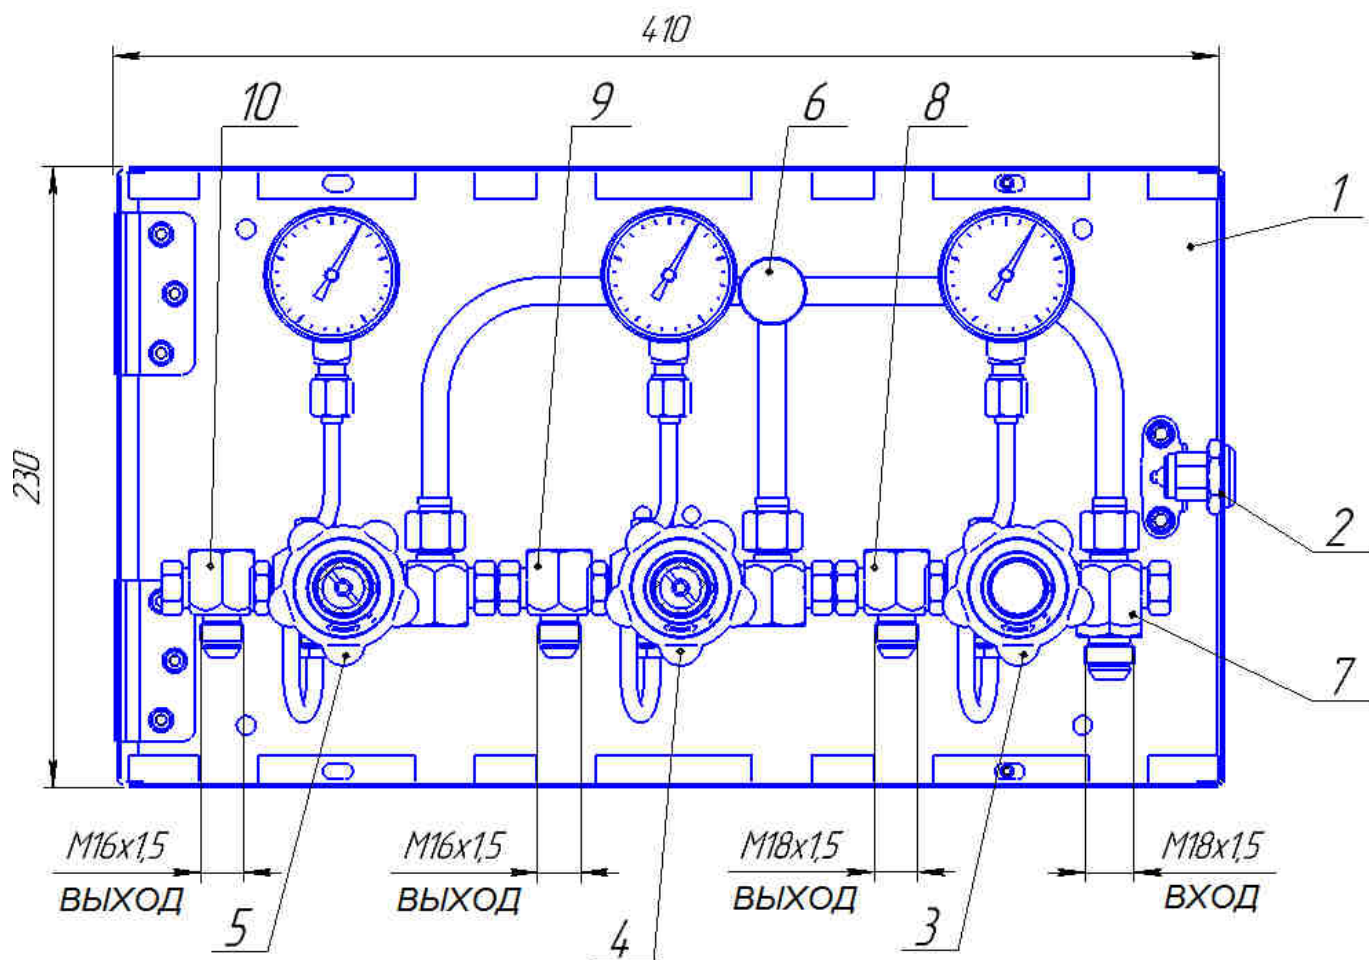

Рис.1 Поэтажная коробка ПК-4М(1x2)
4.1 Внешний вид коробки показан на рис.1